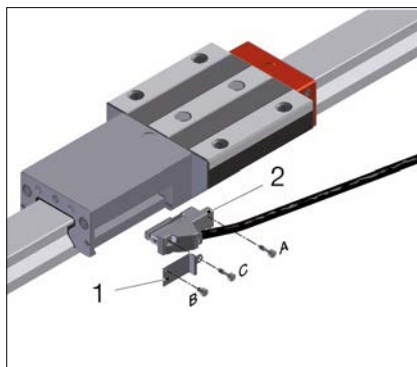

Abb.33
4. Referenzierwegabdeckblech (1) so schwenken, dass es montiert werden kann.
5. Lesekopf (2) in Richtung Wagen bis zum Anschlag verschieben und gedrückt halten, siehe Bild. Durch diese Vorgehensweise wird gewährleistet, dass das Messsystem bei der Montage automatisch seine absolute Position erkennt und nach der Montage sofort betriebsbereit ist. Nach Einschalten der Steuerung leuchtet die LED grün.
6. Referenzierwegabdeckblech (1) an die vorgesehene Position schwenken und gedrückt halten.
7. Abtasteinheit wird mit verliersicheren Schrauben geliefert. Diese gemäß der Drehmomente anziehen, siehe „Lesekopf montieren und anschliessen“ auf Seite 23. Schrauben in folgender Reihenfolge anziehen: A, B, C (Abb. 33).